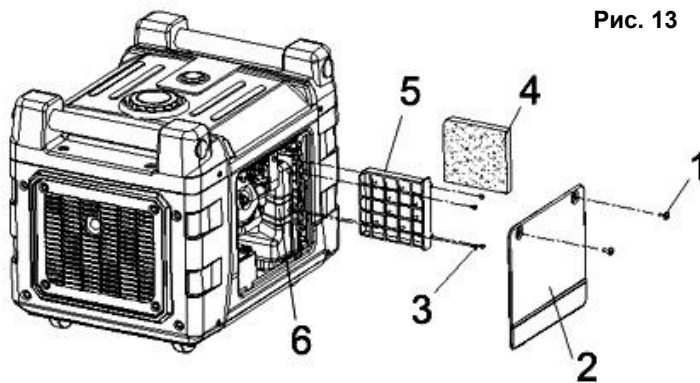

Рис. 13
- Снимите боковую крышку (2), открутив два винта (1)(См. Рис.13).
- Открутите винты крепления картриджа фильтра (3). Выньте картридж (5) из посадочного места (6)(См. Рис.13).
- Выньте губчатый фильтрующий элемент (4)(См. Рис.13), промойте его в теплой воде с мылом, хорошо высушите. Замените новым при необходимости.